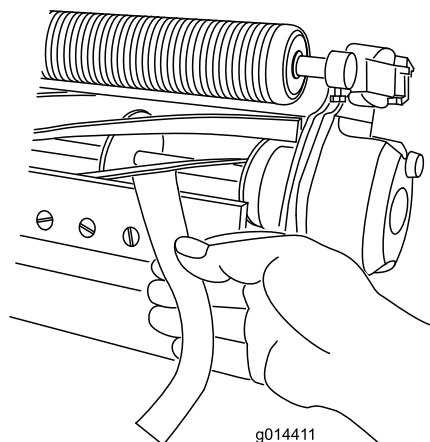

Figura 5
3. En un extremo del molinete, inserte una tira larga de papel de periódico entre el molinete y la contracuchilla (Figura 5). Mientras gira el molinete lentamente hacia adelante, gire en el sentido de las agujas del reloj el tornillo de ajuste de la barra de asiento (en el mismo extremo del molinete), un clic a la vez, hasta que el papel quede ligeramente aprisionado al insertarlo desde delante, paralelo a la contracuchilla. Debe observar una ligera resistencia al tirar del papel.
5. Cuando termine el ajuste, compruebe si el molinete 'pellizca' un papel cuando se inserta desde delante, y si corta el papel cuando se inserta perpendicular a la contracuchilla (Figura 5).